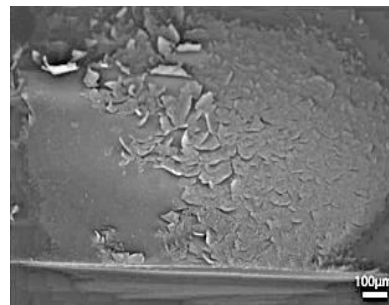

Рис. 3.
4. Поясните, как оптические свойства и прочность материалов **X** и **Y** связаны с их структурой? Устойчивы ли они к трещинам и точечным ударам? (2 балла) Почему при отсутствии стадии «б» микроструктура материала **Y** выглядит как на рис. 3. (1 балл)